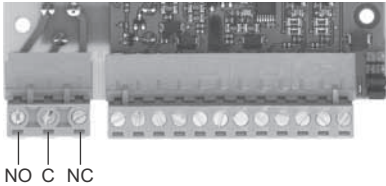

**Afb. 1** IO module
De IO module heeft twee configureerbare ingangen. Elk van de ingangen kan worden gebruikt als een analoge ingang dan wel als een digitale ingang. Zie afb. 1, pos. 2 en 4. Het configureren gebeurt door twee jumpers in te stellen voor elke ingang.